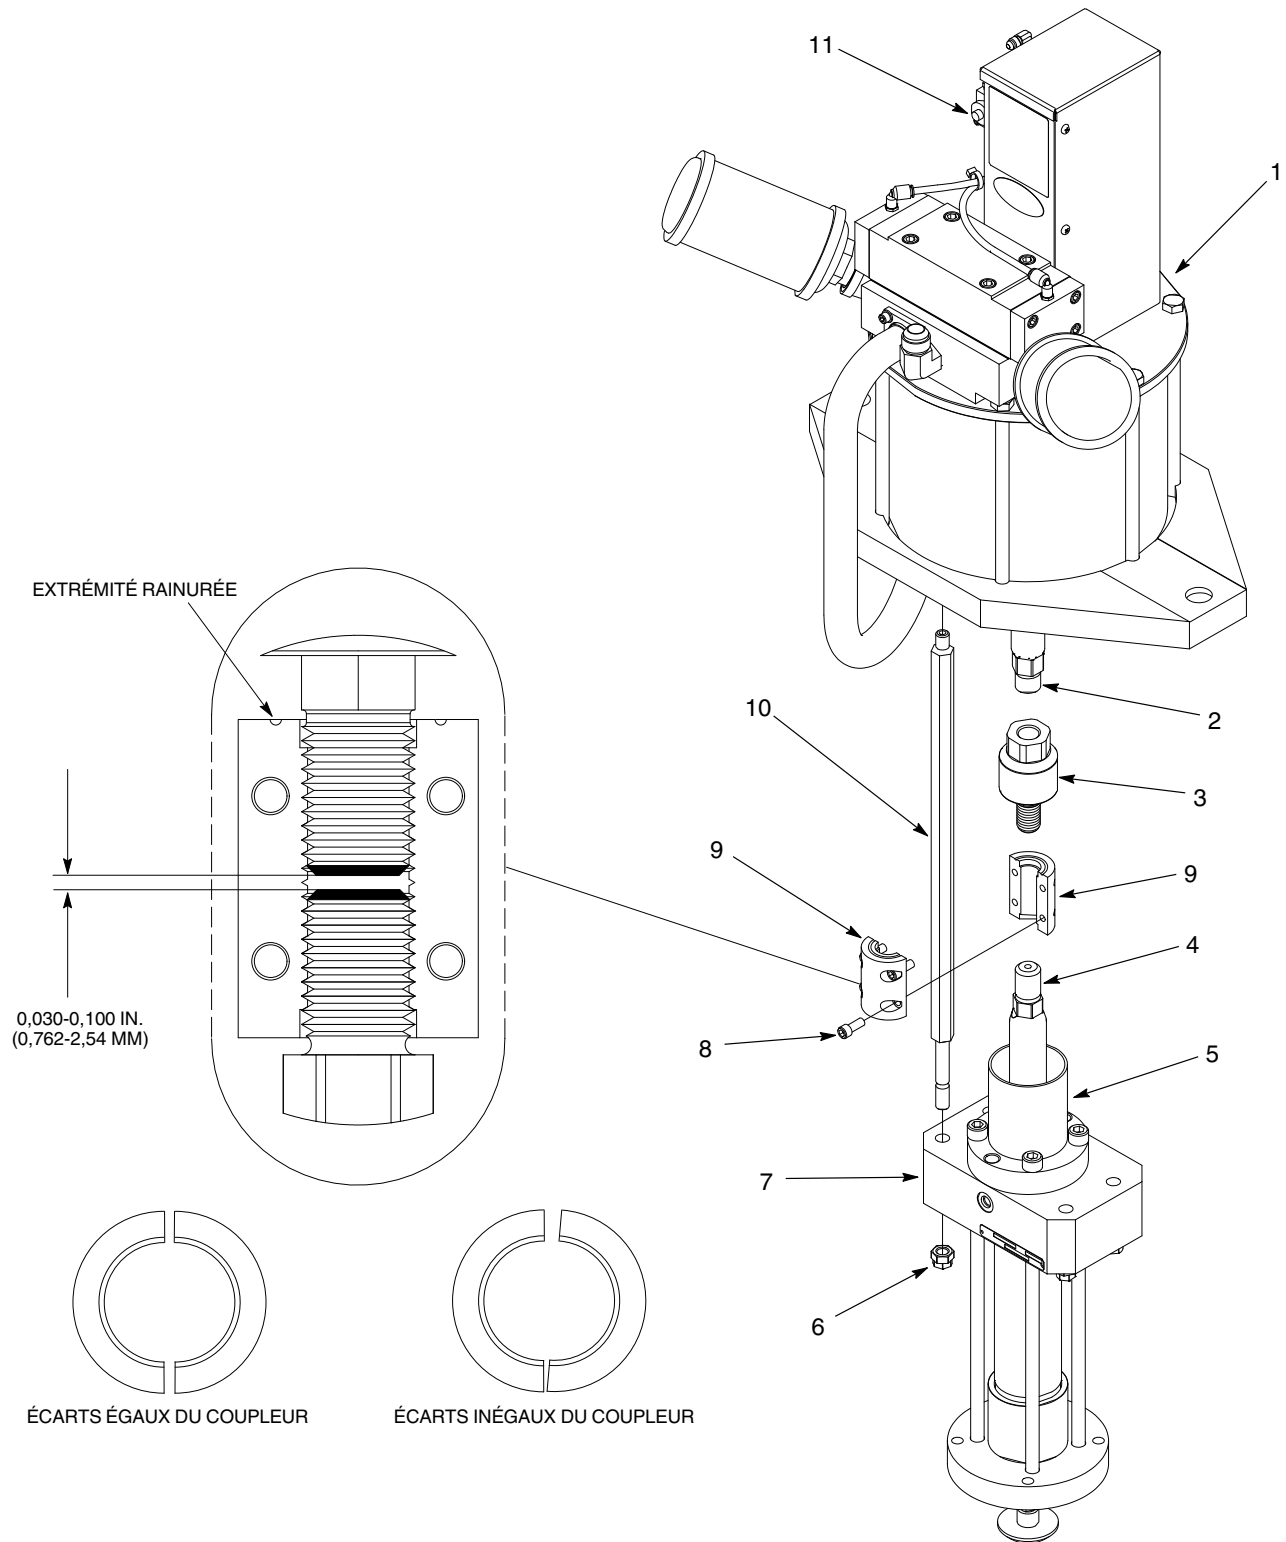

Figure 14 Assemblage de la pompe
1. Voir la Figure 14. Appliquer du vernis bloque-écrou sur les filets mâles de l'arbre du moteur pneumatique (2). Monter l'arbre d'accouplement flottant (3) sur l'arbre du moteur pneumatique et serrer à 200-220 ft-lb (272-298 N•m).
2. Monter les tiges de liaison (10) sur le moteur pneumatique (1) et serrer à 60-65 ft-lb (81.5-88 N•m).
3. Monter la section hydraulique (7) sur les tiges de liaison (10) à l'aide des écrous (6). Serrer les écrous à 60-65 ft-lb (81.5-88 N•m).
4. Monter la chambre à solvant (5) sur la section hydraulique (7).